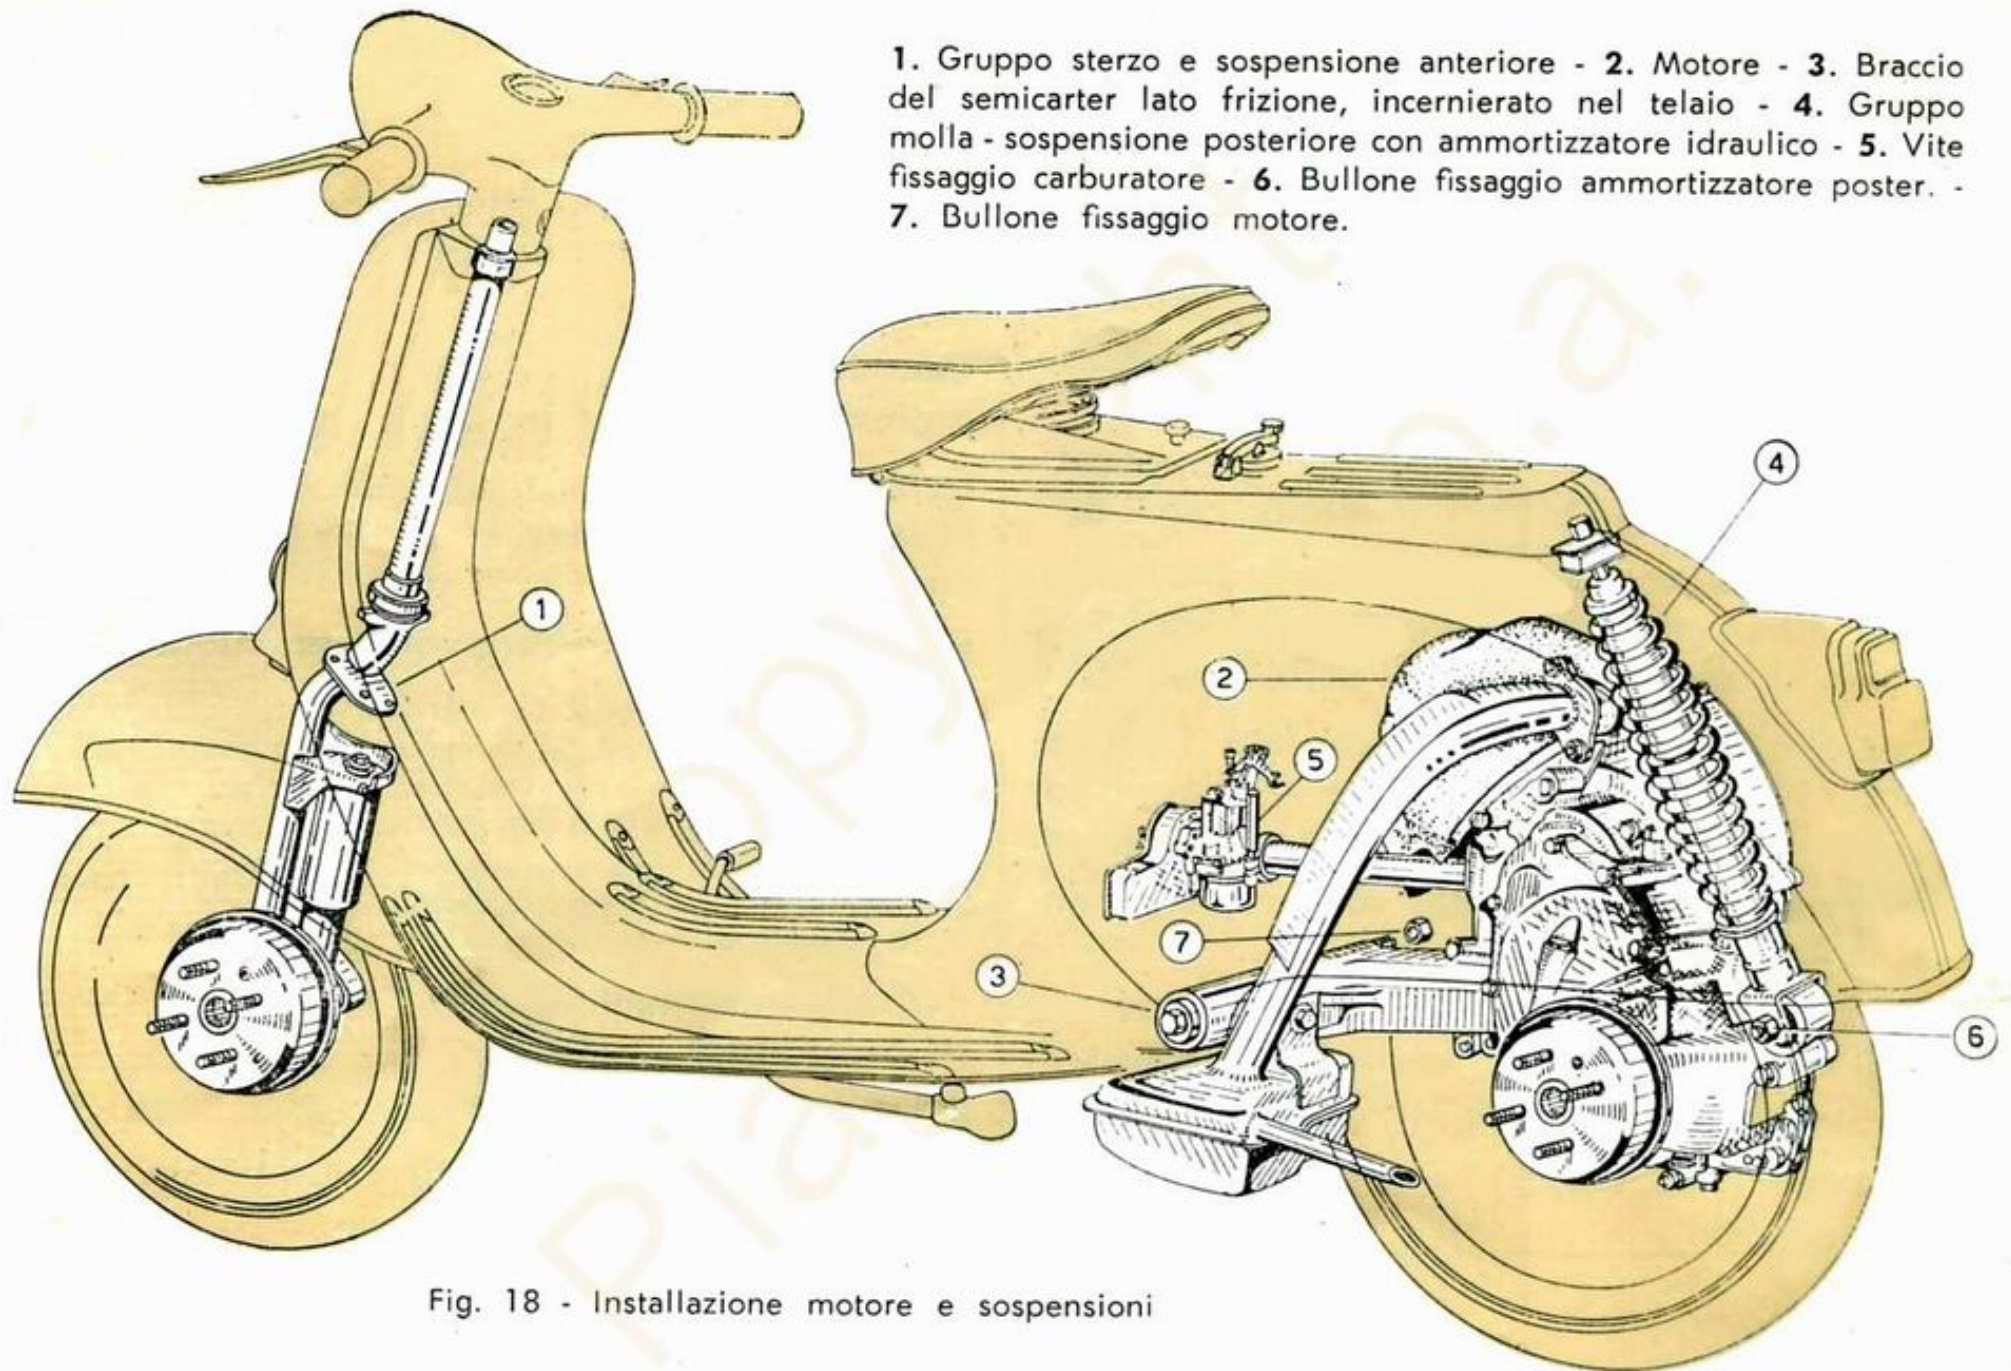

Fig. 18 - Installazione motore e sospensioni
| SMONTAGGIOTESTA DELCILINDRO | <p>— Togliere il carburatore ( vite n. 5, fig. 18 ), allentare il bullone di fiss. motore ( n. 7, fig. 18 ), sganciare l'ammortizzatore poster. ( n. 6, fig. 18 ) e far ruotare il motore verso il basso.</p> <p>Dopo ciò, si può smontare la testa dal cilindro togliendo la cuffia e, con la chiave a tubo, i 4 dadi che fissano la testa stessa al cilindro.</p> | <p>N. B. - È consigliabile eseguire l'operazione con la moto sollevata da terra ( appoggiando la pedana su di un banco o su appositi sostegni ).</p> |
**MOTORE:** ved. caratteristiche a pag. 6 e sezione fig. 3. Il motore, a mezzo del braccio del semicaratter lato frizione, è incernierato elasticamente al telaio del veicolo (fig. 18).